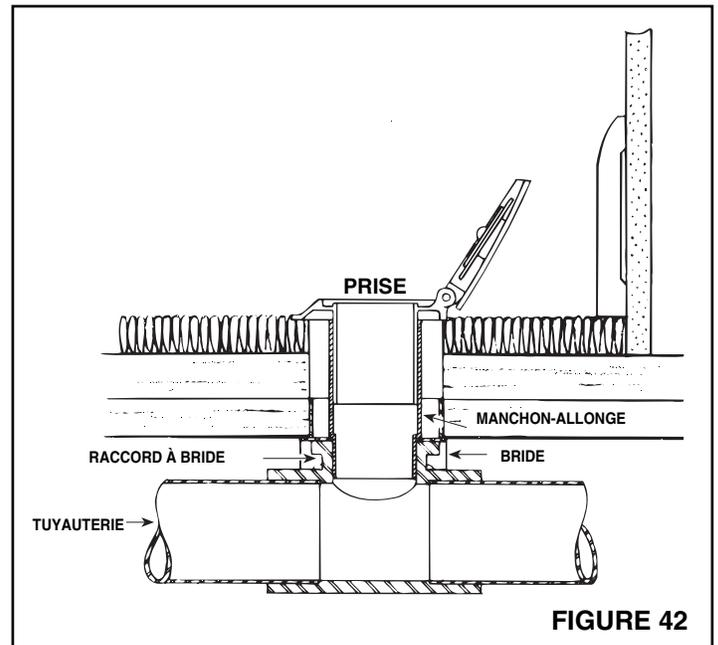

FIGURE 42
5. Voyez la figure 42. Tirez les câbles de basse tension à 2 âmes à travers le support de montage et attachez-les aux vis de borne à l'arrière de la prise de sol. Collez le manchon-allonge au modèle 360 de prise. Insérez le manchon-allonge à travers la garniture en vinyl dans le support de montage et placez-le fermement dans le raccord à bride.